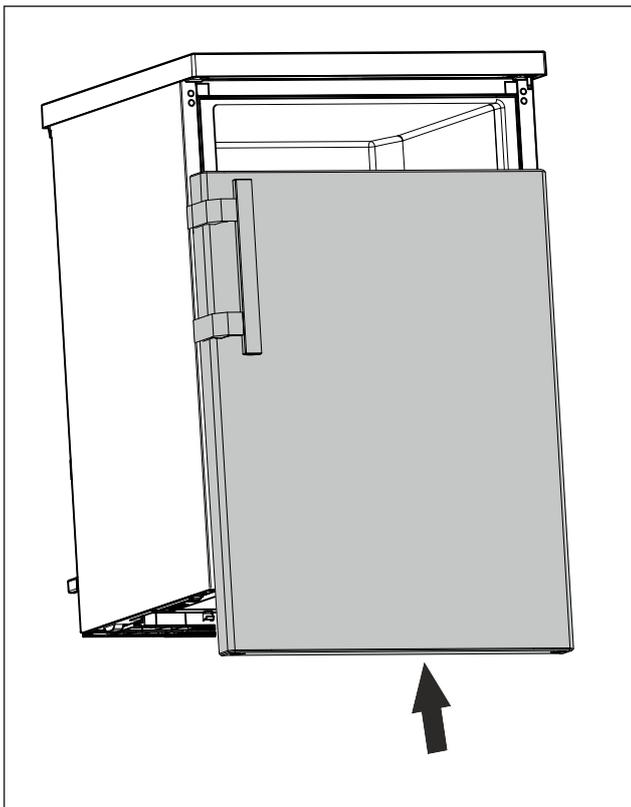

Fig. 19
- ▶ Tür im geschlossenen Zustand auf oberen Bolzen schieben. (siehe *Fig. 19*)